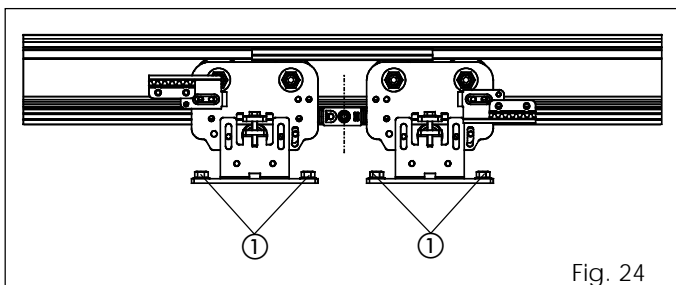

Fig. 24
Les portes série 940 SM sont fournies avec les chariots ayant la butée au niveau du bord de fermeture (fig. 24). S'il est nécessaire de régler le centre de la porte, agir comme suit:
• Desserrer les vis de fixation (fig. 24 réf. ①) du chariot concerné.